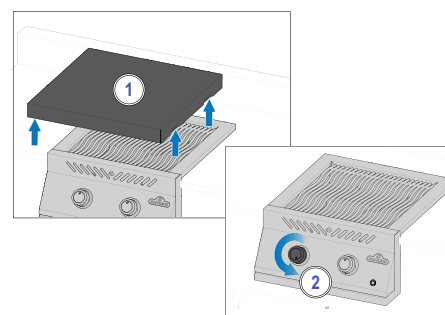

Fig. 2
4. Hvis brenneren ikke tennes - vri brennerkontrollknappen med klokken til AV-posisjon. Vent 5 minutter Gjenta trinn 2 og 3. (Fig. 2)